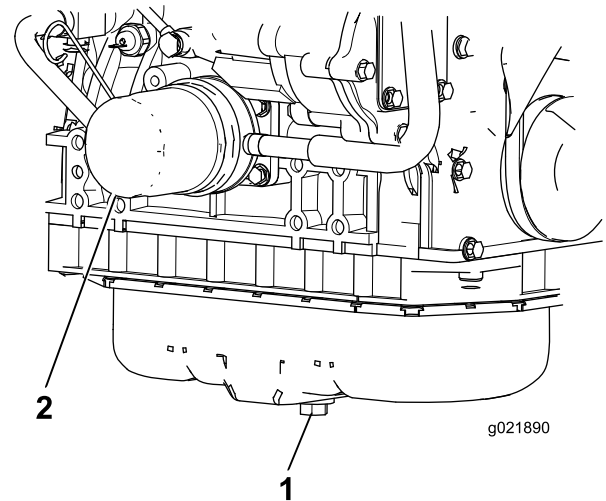

Figure 28
- Retirez le bouchon de vidange (Figure 28) et laissez couler l'huile dans un bac de vidange. Remettez le bouchon en place lorsque la vidange d'huile est terminée.
- Déposez le filtre à huile (Figure 28). Appliquez une fine couche d'huile propre sur le joint du filtre de rechange avant de le visser en place. **Ne serrez pas excessivement.**